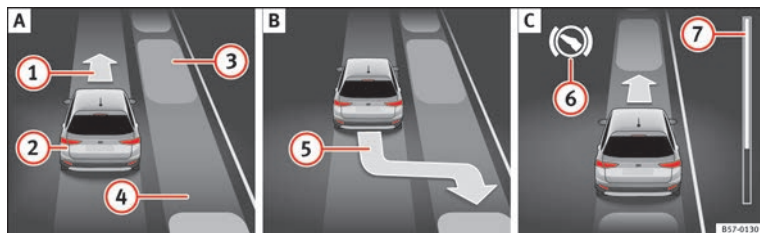
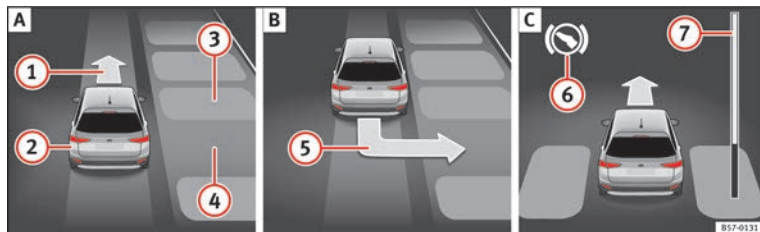

Fig. 205 En la pantalla del cuadro de instrumentos: aparcar en línea. **A** Buscar un hueco de aparcamiento. **B** Posición para aparcar. **C** Maniobrar.
Fig. 206 En la pantalla del cuadro de instrumentos: aparcar en batería. **A** Buscar un hueco de aparcamiento. **B** Posición para aparcar. **C** Maniobrar.
Legenda de la **fig. 205** y **fig. 206**:
La barra de progreso **» fig. 205 ⑦ y » fig. 206 ⑦** muestra simbólicamente en la pantalla del cuadro de instrumentos la distancia relativa que aún queda por recorrer. Cuanto mayor es la distancia, más llena está la barra de progreso. Al circular marcha adelante, el contenido de la barra de progreso disminuye hacia arriba, y al circular marcha atrás, disminuye hacia abajo.
2.	Mire en la visualización de la pantalla del cuadro de instrumentos si se ha detectado el hueco como “apropiado” y si ha alcanzado la posición correcta para aparcar » fig. 205 B o » fig. 206 B. El hueco habrá sido considerado “apropiado” si en la pantalla del cuadro de instrumentos aparece la indicación de aparcar (5).
Retroceda hasta que suene la señal continua del ParkPilot. O BIEN: retroceda hasta que en la pantalla del cuadro de instrumentos aparezca la indicación de dar marcha adelante » fig. 205 A (1) o » fig. 206 A (1).
10.	El sistema de aparcamiento asistido dirige el vehículo marcha adelante y marcha atrás hasta centrarlo en el hueco » fig. 205 C o » fig. 206 C.